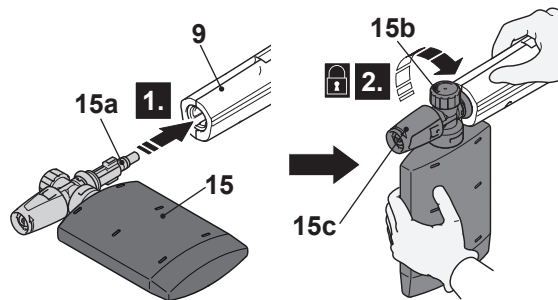

Fig. 14
2. Aliniați și introduceți limbile (15a) ale rezervorului de soluție (15) cu canelurile din portul de conectare al pistolului de pulverizare (9) (Fig. 14, pasul 1).